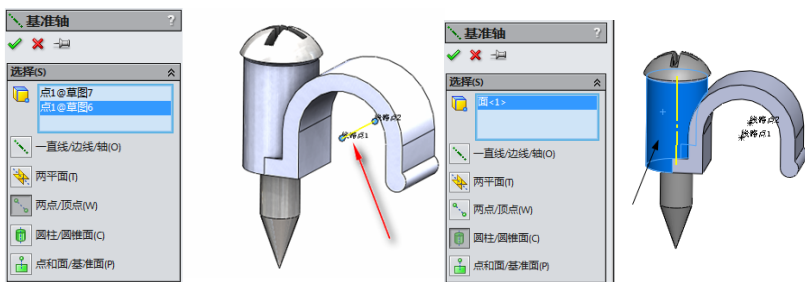
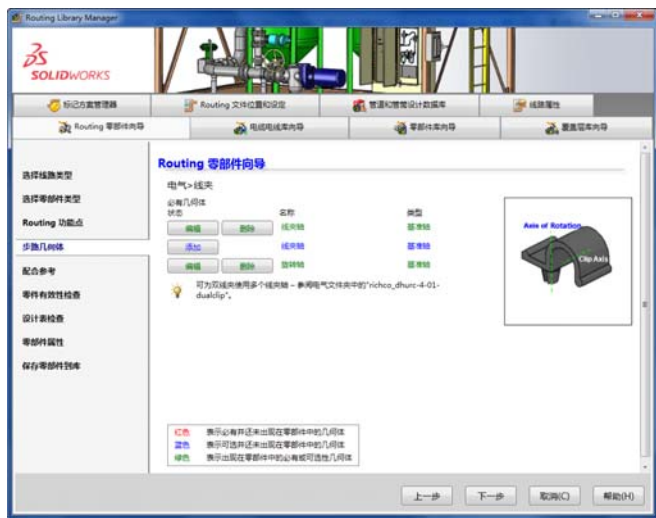

图 18-52 “基准轴”属性管理器
图 18-53 步路几何体
⑥ 此时“Routing Library Manager”对话框中显示的是步路几何体页面，单击线夹轴前的“添加”按钮，在弹出的对话框中单击“新建”按钮，然后按住 Ctrl 键选择连接点 1 和连接点 2，单击“基准轴”属性管理器中的“确定”按钮，创建线夹基准轴。如图 18-52 左图所示，返回到步路几何体页面，单击旋转轴前的“添加”按钮，然后选择竖直的圆柱面，如图 18-52 右图所示，单击“基准轴”属性管理器中的“确定”按钮。返回到步路几何体页面如图 18-53 所示，单击“下一步”按钮。